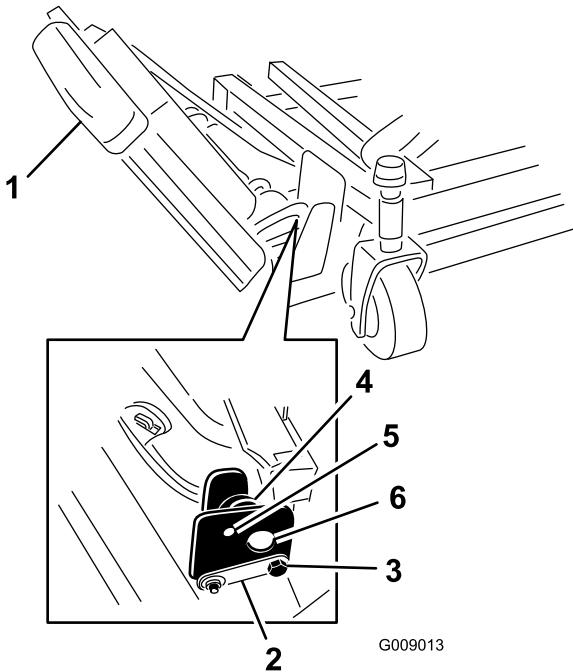

Figura 3
1. Retire las tuercas que sujetan los pernos de tope delantero y trasero a los soportes de montaje de la carcasa de la ala derecha (Figura 3).
2. Sujetando el ala derecha, retire los pernos de tope delantero y trasero de los soportes de montaje de la plataforma (Figura 3).